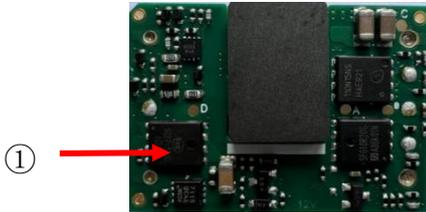

图 6
热元件安装在产品的顶面上, 通过传导、对流和辐射的方式将热量散发到周围环境中, 应提供足够的散热条件以确保产品可靠运行。通过测量图 6 中热测试点①的温度可以验证散热条件是否满足。